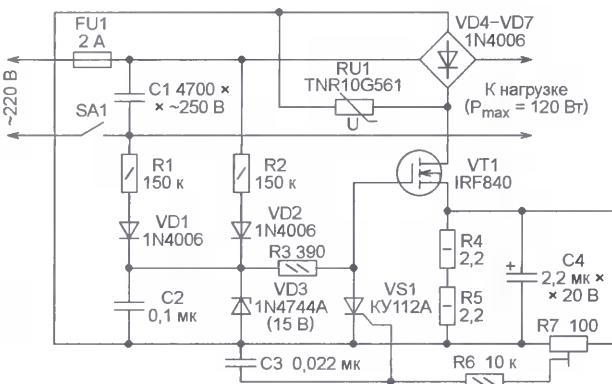

Рис. 1
**С**хема ограничителя показана на рис. 1. Он представляет собой переработку ранее разработанного и описанного в [1] устройства. Применение более современной элементной базы и несколько иной подход к проблеме позволили увеличить мощность защищаемой нагрузки, значительно уменьшить энергетические потери, повысить надежность и уменьшить габариты прибора.